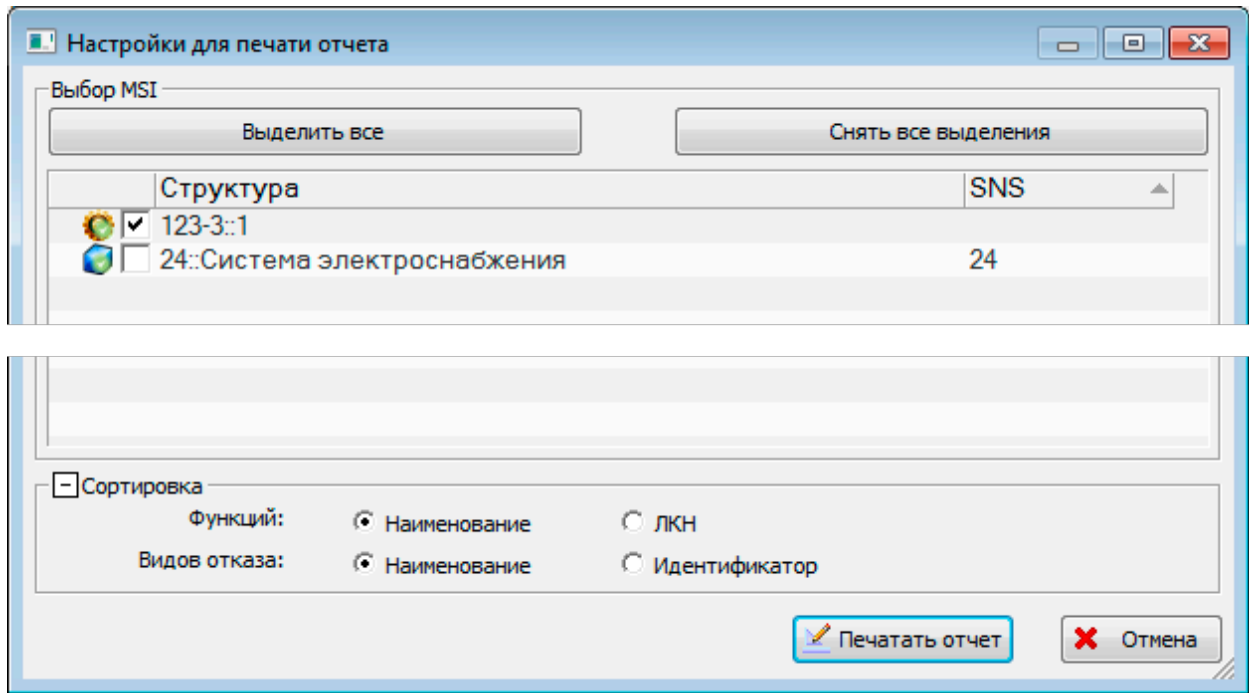

Рис. 11-39 – Диалоговое окно «Настройки для печати отчета»
- 3) В результате откроется диалоговое окно «Настройки для печати отчета» (рис. 11-39).